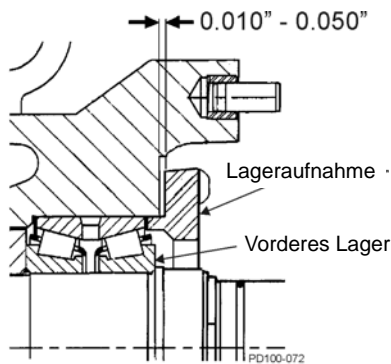

Abbildung 86 – Lageraufnahmespiel
5. Die Lageraufnahme muss fest am Lager anliegen. Lassen Sie ein Spiel zwischen 0,010 und 0,050 Zoll (0,25 bis 1,25 mm) zwischen der Rückseite der Lageraufnahme und der Vorderseite des Getriebegehäuses (Abbildung 86). Liegt das Spiel nicht innerhalb dieses Bereichs, legen Sie Shims zwischen Lager und Aufnahme.